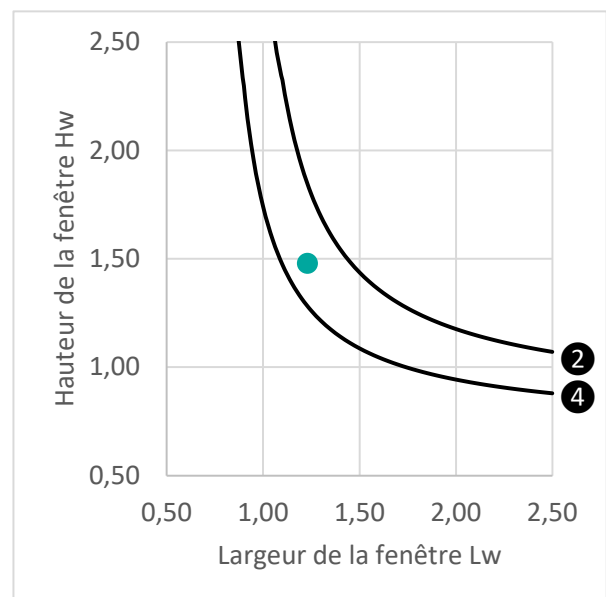

Figure 4 Influence du vitrage
La figure 4 illustre l'influence du vitrage. Le vitrage $U_g = 1,1 \text{ W}/(\text{m}^2.\text{K})$ (courbe ②) est remplacé par un vitrage $U_g = 1,0 \text{ W}/(\text{m}^2.\text{K})$ (courbe ④).